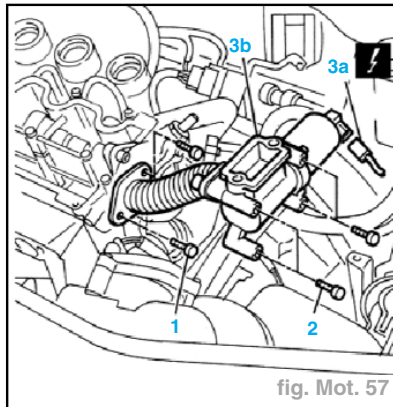

fig. Mot. 57
- Dévisser les vis de fixation supérieures (2).
- Dévisser l'écrou de fixation centrale (3).
- Retirer le pare-chaleur du collecteur d'échappement (4).
- Dévisser les vis de fixation (1) du tuyau d'amenée de gaz de la soupape EGR au collecteur d'échappement (fig. Mot. 57).